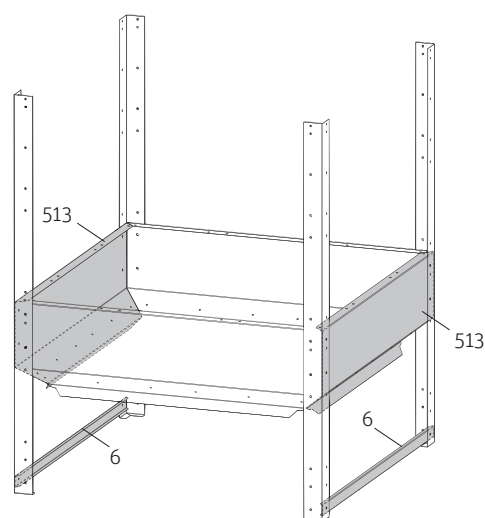

Fig. 7 Montaggio laterale degli elementi di collegamento
Unire i profili angolari di supporto con 2 elementi di collegamento (513) sui lati frontali e in basso ad ambo i lati montare rispettivamente un elemento di collegamento (6) – Fig. 7.
Piazzare il telaio premontato nel punto di installazione definitivo – Fig. 7.